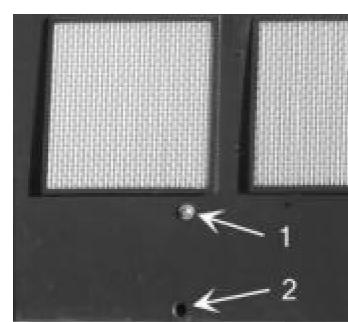

Fig. 15
- b) Take the plug out of the overflow hole (Fig 15/1), mounting it in the drain hole (Fig 15/2).
- b) Togliere il tappo del foro di troppo pieno (fig. 15/1), montarlo nel foro di scarico (fig. 15/2).
- b) Sacar el tapón del orificio de rebosadero (fig. 15/1) y colocarlo en el de drenaje (fig. 15/2).